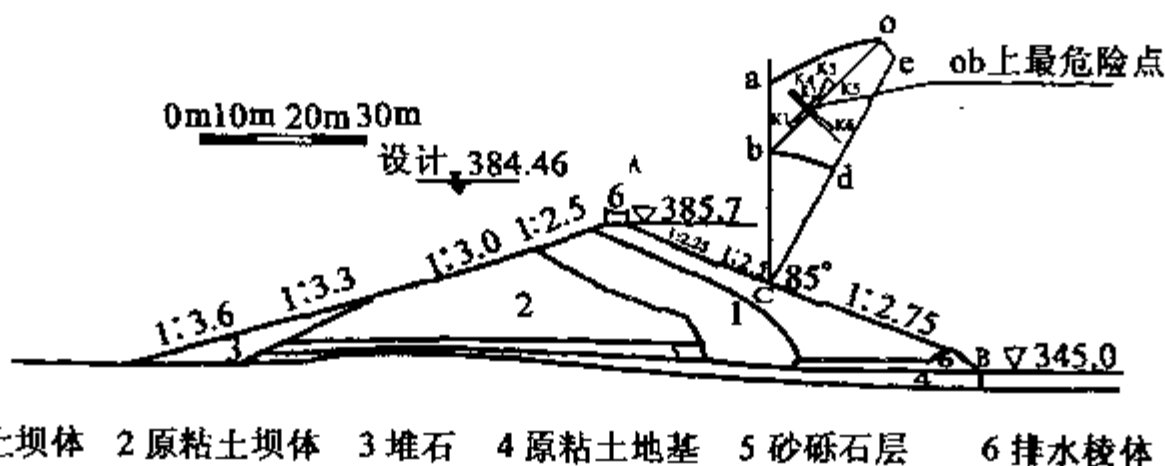

图 5-9 最危险滑动面中心计算简图
- (1) 在 AutoCAD 环境中准确绘制土石坝剖面图,计算确定坝体的浸润线位置。
(2) 在坝体下游坝坡上找出最危险圆弧的圆心点位置。当边坡坡比 $m = 2.5$ 时, 取 $R_{\text{下限}} = 1.7H, R_{\text{上限}} = 3.0H, H$ 为坝高, $R_1 = \frac{R_{\text{上限}} + R_{\text{下限}}}{2}, R_2 = \frac{OC}{2}, C$ 为下游坝坡的中点, 画出最危险圆弧的圆心点所在多边形 oedba, 如图 5-9 所示。